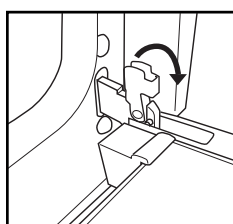

Fig. 1
2. Levante os dois trincos e empurre-os o mais possível para a frente (Fig. 1).